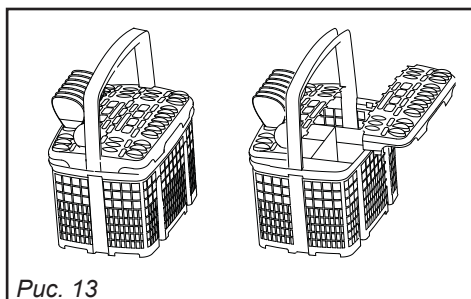

Рис. 13
**Можете использовать подвижные решетки, если хотите загрузить ваши приборы упорядоченным образом (Рис. 13).**